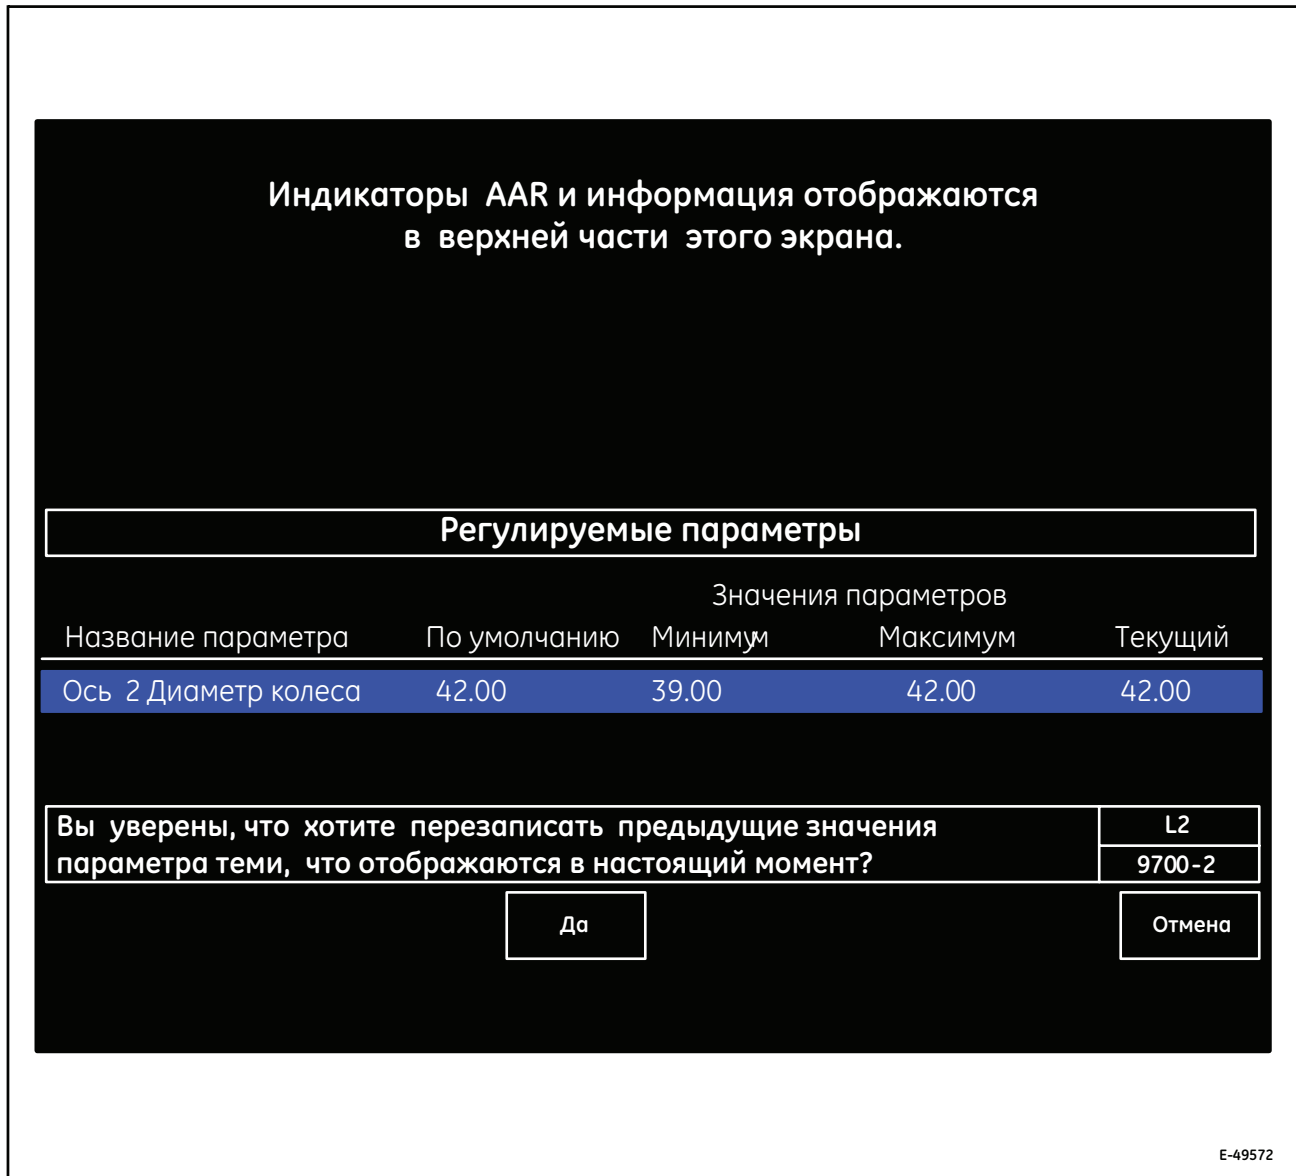

Рисунок 21. Типовой экран подтверждения регулируемых параметров (9700-2)
- е. Сенсорная клавиша F7 (**Accept**) (Принять) - обработка нового значения параметра. Если значения действительны, отображается экран подтверждения регулируемых параметров (9700-2, Рисунок 21). Если введено значение, выходящее за пределы данного параметра, например, выше максимального или ниже минимального, предназначенное для машиниста сообщение проинформирует об этом пользователя и регулировка не будет произведена.